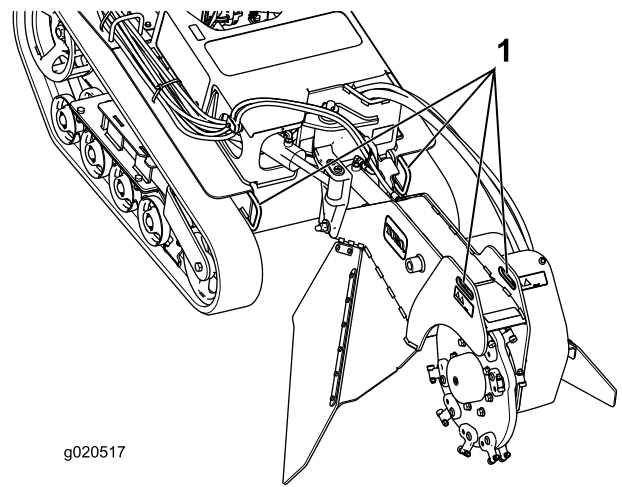
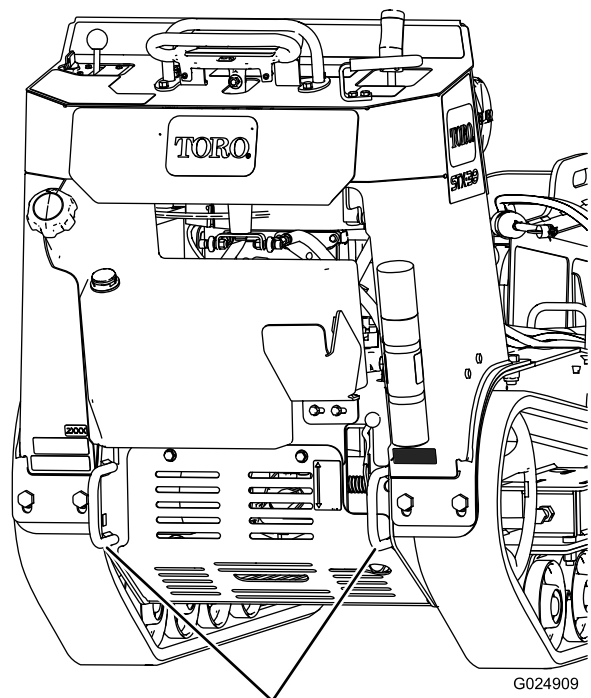

Bild 22
Bild 23
3. Befestigen Sie Ketten oder Riemen an den Vergurtungsstellen bzw. Hebelaschen vorne und hinten an der Maschine, um die Maschine am Anhänger zu befestigen (Bild 22 und Bild 23).
Sie können die Maschine mit den Vergurtungs- und Hebeschlaufen als Hebestellen hochheben (Bild 22 und Bild 23).